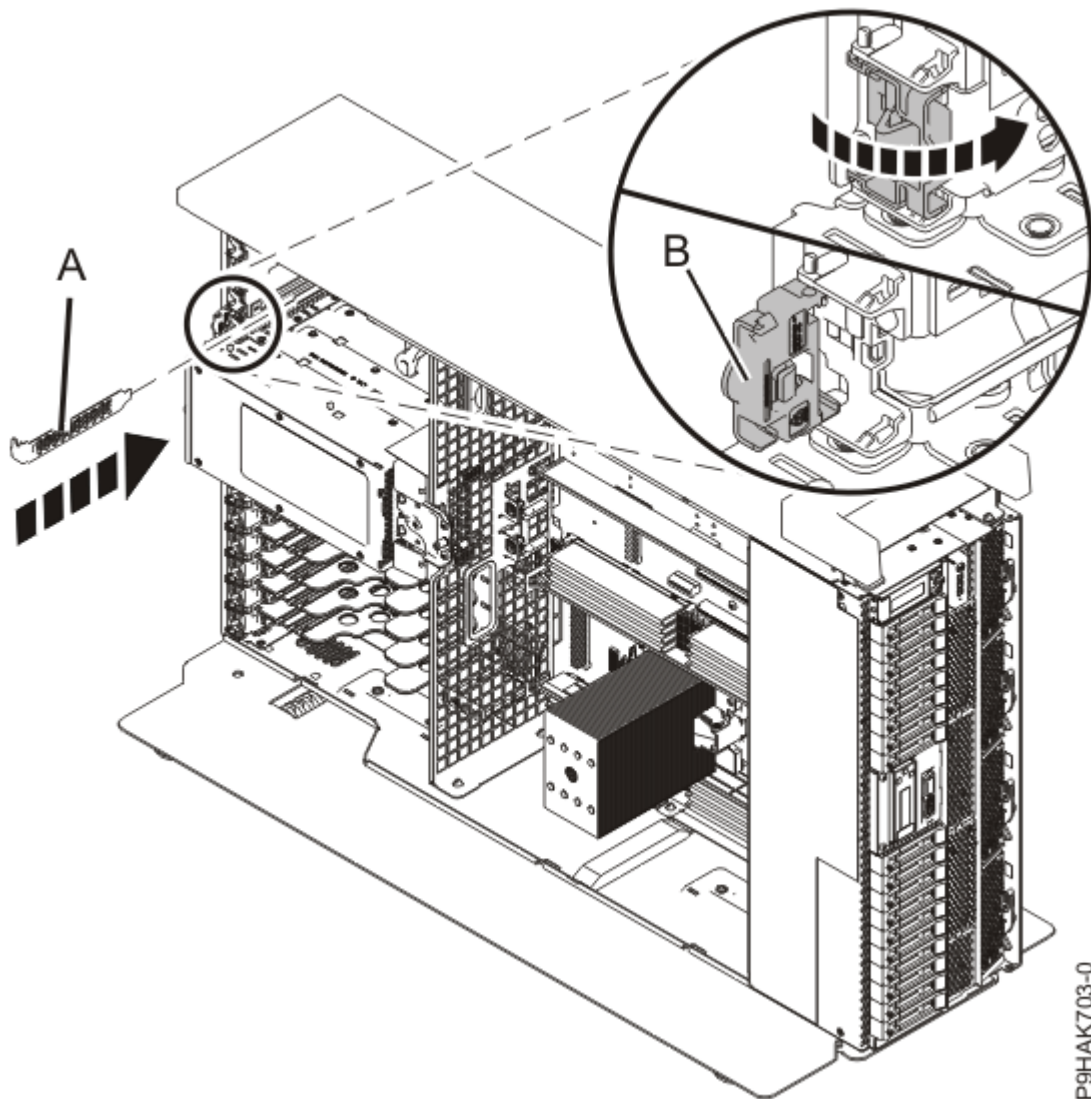

Figure 57. Installation d'un obturateur dans un emplacement d'adaptateur dans le système 9009-41A autonome
- a) Saisissez l'obturateur avec précaution et alignez-le avec l'emplacement et son connecteur sur le fond de panier du système, comme illustré dans la Figure 56, à la page 76 et Figure 57, à la page 77.
- b) Appuyez fermement sur l'obturateur pour l'installer dans l'emplacement, comme illustré dans les Figure 56, à la page 76 et Figure 57, à la page 77.